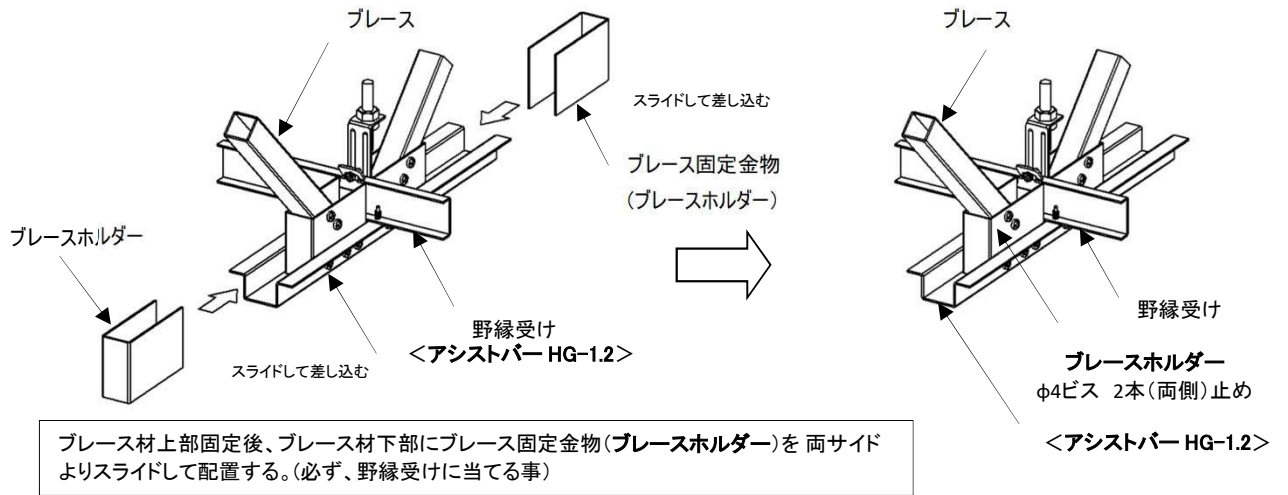

図 2-16 ブレースの取付方法
- ・次にブレース材上部固定後、ブレース材下部に対しブレース固定金物(ブレースホルダー)をスライドして配置し天井面補強材<アシストバーHG-1.2>とφ4ビス(6本)止めする。(図2-16・17参照)